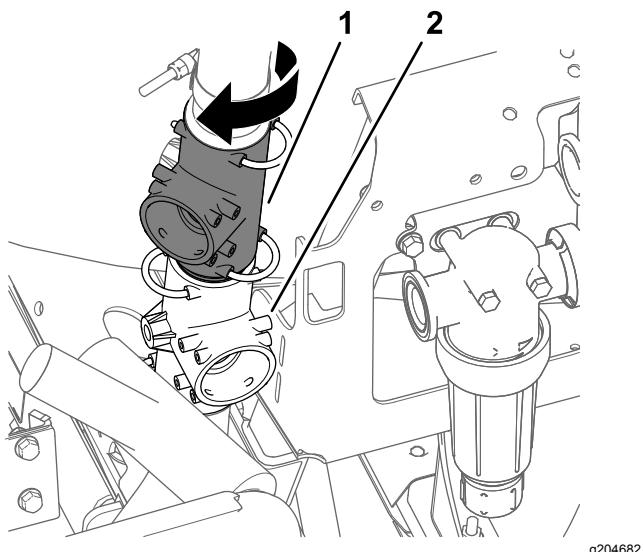

Figure 5
5. Faites pivoter le raccord en T supérieur d'environ 45° dans le sens horaire (Figure 5).